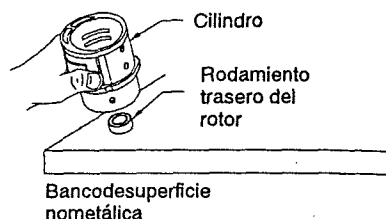

Figura 5
6. Para extraer el rodamiento trasero del rotor, sujete el cilindro con el rodamiento trasero hacia abajo y golpee ligeramente el cilindro sobre una superficie plana y no metálica tal como un banco de trabajo. Esto aflojará el rodamiento de modo que caiga del cilindro. Véase la figura 5.
7. Empuje la junta del motor (7) desde la parte posterior de la carcasa para sacarla.